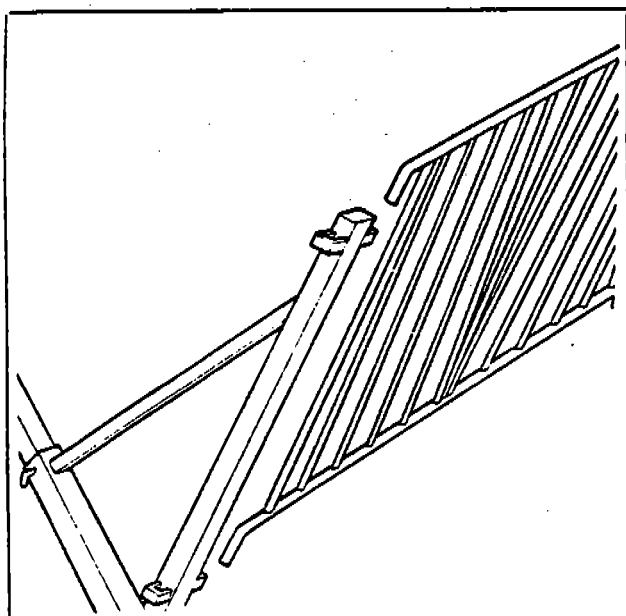

Fig. 30
- Montare i cancelli di sicurezza perimetrali, rispettando le sigle riportate sui supporti (Fig. 30).